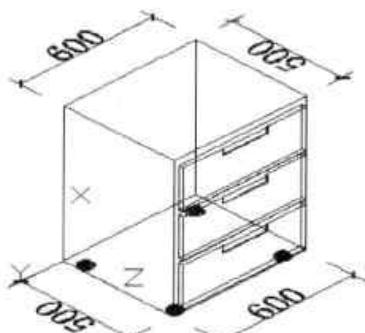

图12-69 指定UCS坐标方向
**Step 01** 在命令行中输入“UCS”按回车键，将光标定位至模型地面合适位置，并设置好X与Y轴的坐标方向，如图12-69所示。